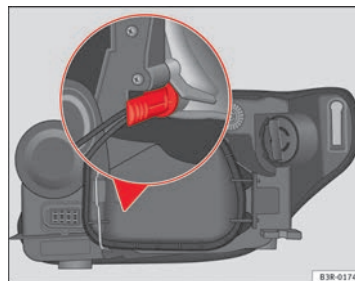

Fig. 216 Luz de posición. Empuñadura del portalámparas en posición vertical
- Introduzca la lámpara en el zócalo, de forma que la empuñadura del portalámparas quede con la pared en posición vertical ⇒ fig. 216 y presione sobre él. ►